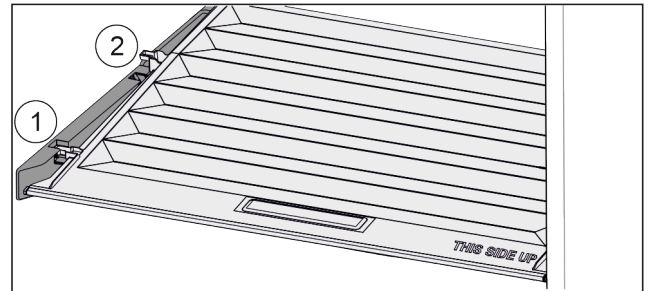

Fig. 73
- ▶ Deslice la tapa hacia delante hasta la abertura de las piezas de sujeción Fig. 73 (1).
- ▶ Levántela por detrás desde abajo y retírela tirando hacia arriba Fig. 73 (2).